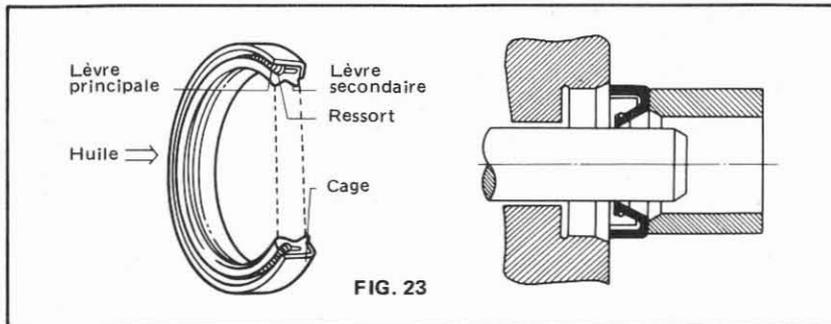

FIG. 23
- Le pousser dans son logement avec un poussoir de diamètre adéquat (fig. 23). En règle générale, la face du joint doit être alignée avec le rebord de son logement. Le joint doit être parfaitement perpendiculaire à son arbre.